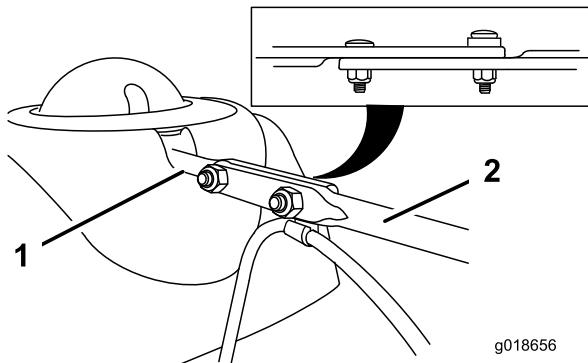

Рисунок 15
3. Расположите на одной линии сплющенный задний конец длинного штока управления желобом со сплющенным передним концом короткого штока, который выступает из пульта управления, таким образом, чтобы они образовали единое целое (Рисунок 15).